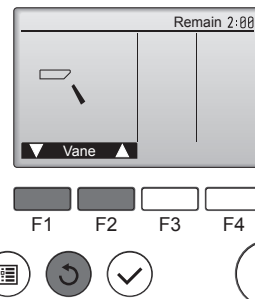

Fig. 7-4
- ② Pritisnite gumb [ODABERI] radi prikaza zaslona Rad lopatica, a zatim pritisnite gumb [F1] i [F2] da biste provjerili auto lopaticu. (Fig. 7-4)